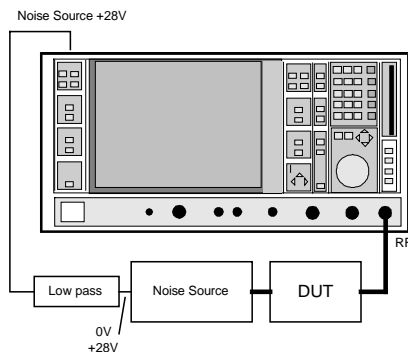

Bild 2-2: Meßaufbau
- Nachdem die Kalibrierung erfolgreich abgeschlossen wurde, wird nun das Meßobjekt in den Aufbau eingefügt. (siehe Bild 2-2)